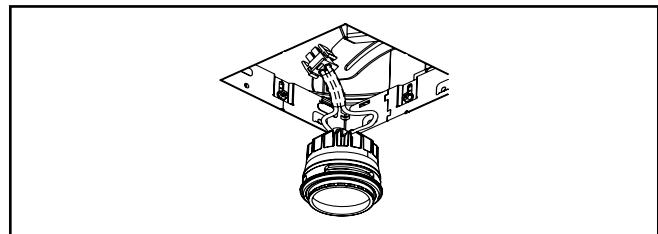

Figure 16.
- Fixez solidement le module d'assemblage de la lampe à l'intérieur du brancard de fixation (Figure16.).